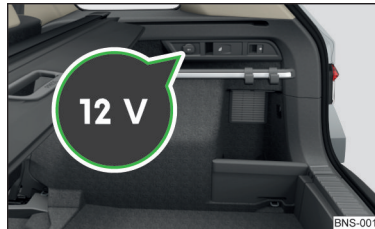

Abb. 134 Abdeckung der 12-Volt-Steckdose
- Zum **Gebrauch** die Abdeckung der Steckdose öffnen » **Abb. 134** und den Stecker des elektrischen Verbrauchers in die Steckdose stecken.